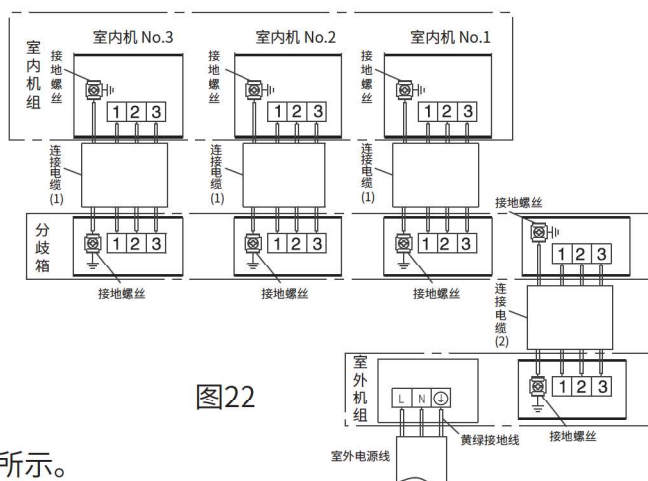

图22
- (1) 连接电缆按接线图示要求正确地连接室内外机组和分歧箱，绝对不可连接错误（如图22）。
- (2) 连接电缆必须用室内外机组和分歧箱上的附属电线压紧。